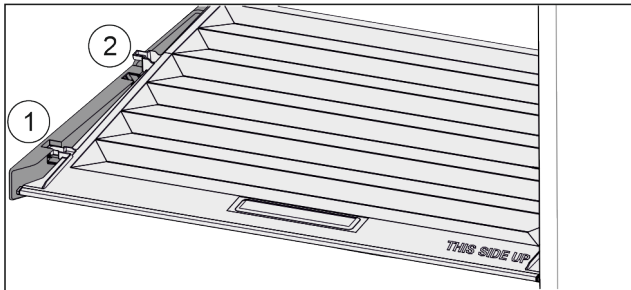

Fig. 114
- ▶ Deksel tot de opening in de vasthouddelen naar voren trekken Fig. 114 (1).
- ▶ Aan de achterkant vanaf de onderkant omhoog tillen en vanaf de bovenkant verwijderen Fig. 114 (2).